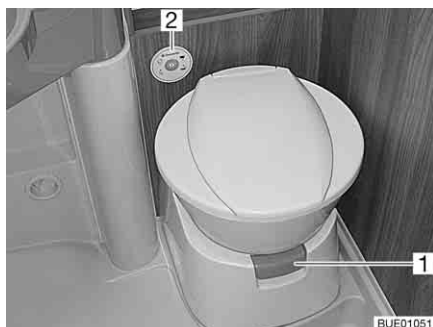
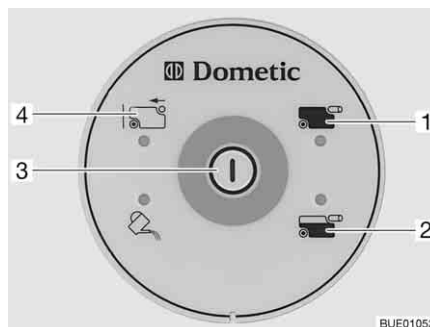

Bild 247 Toalettskål med kontrollenhet
Bild 248 Kontrollenhet toalett
Före användning av toaletten ska lite vatten hällas i toalettskålen. Tryck på spolknappen (Bild 248,3) på kontrollenheten (Bild 247,2).
- Öppna spjället på toaletten före spolning. Dra ut spjällspaken (Bild 247,1).
- För att spola, tryck på spolknappen (Bild 248,3).
Kontrolllampan (Bild 248,2) tänds när latrintanken är fylld till 3/4.
Kontrolllampan (Bild 248,1) lyser när latrintanken måste tömmas.
- Tryck in spjällspaken (Bild 247,1). Spjället stängs. För att kunna tömma toaletten **måste** spjället vara stängt på toaletten.
- Tippa latrintanken lätt och ta därefter ut den helt. På kontrollenheten lyser indikeringen "Ta ur latrintanken" (Bild 248,4).